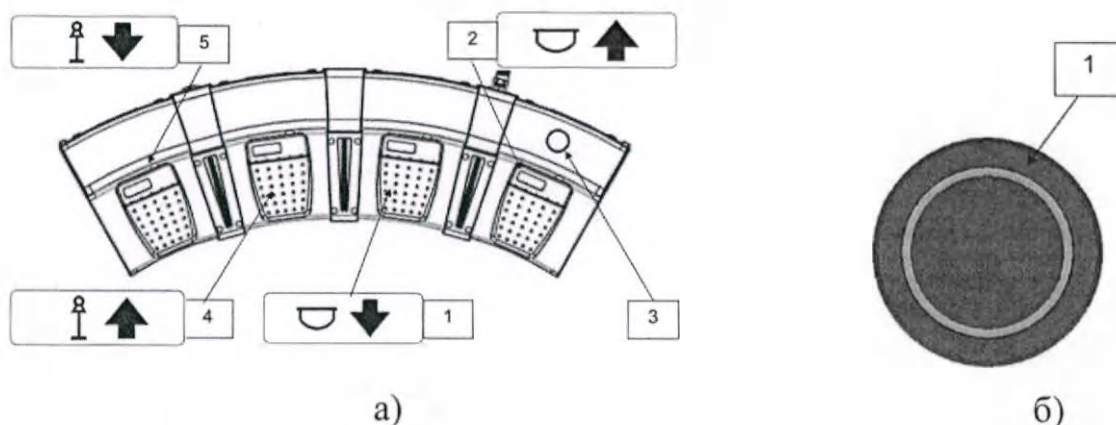

Рисунок 3.4.36 –Педаль и кнопка декомпрессии (а) и регулятор пульта управления компрессией (б)
- **РУЧНАЯ ДЕКОМПРЕССИЯ:** осуществляется при нажатии оператором педали 2 или кнопки 3 multifunctional pedals (Рисунок 3.4.36, а) или с
помощью вращения регулятора ручного пульта управления 1 против часовой стрелки (Рисунок 3.4.36, б).